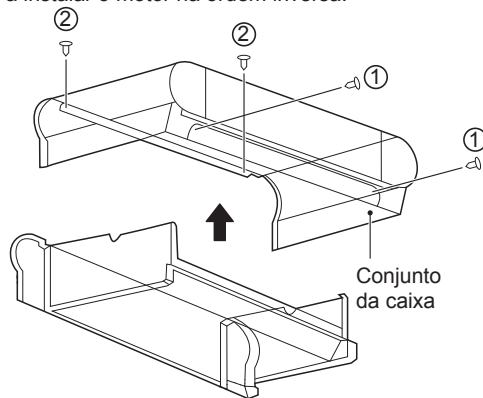

Figura 4-4 Remoção da caixa
- Como mostrado na Figura 4-4, remova os parafusos ① \*2 e ② \*2 e, em seguida, a caixa.